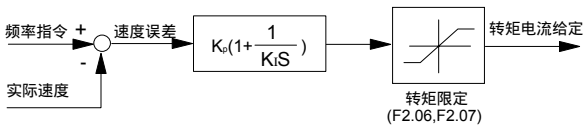

图6-7 速度调节器简化框图
1. 速度调节器（ASR）的构成如图6-7所示，图中K_P为比例增益，K_I为积分时间：